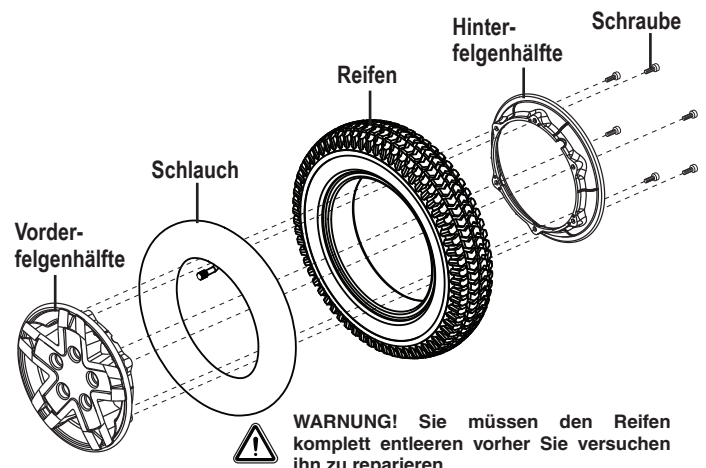

Bild 20. Q4 Antriebsrad auseinandergebaut
6. Entfernen Sie die Schrauben und trennen Sie die Vorder- und Hinterfelge. **Siehe Bild 20.**
10. Setzen Sie die fünf (5) Radmuttern wieder ein, und ziehen Sie diese an.